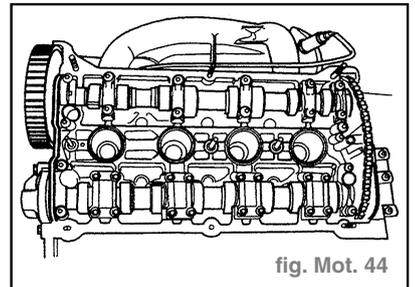

fig. Mot. 44
- Commencer par déposer les chapeaux de palier 3 et 5 des arbres à cames d'admission et d'échappement (fig. Mot. 44).